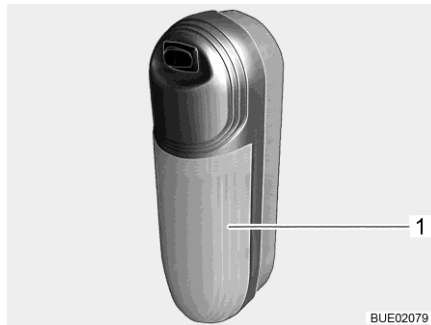

Bild 297 Aufbauleuchte
- Transparente Abdeckung (Bild 297,1) leicht vom Schalter wegziehen und abnehmen.